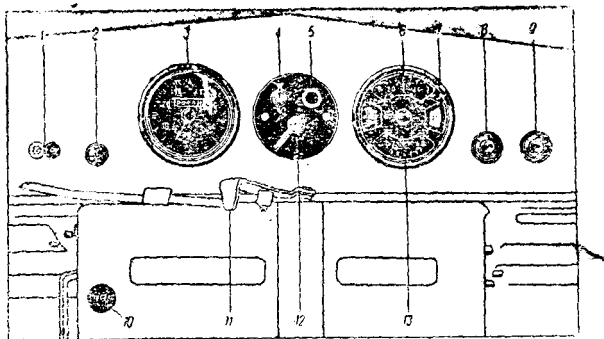

Рис. 10. Щиток контрольных приборов:
3. При холодном двигателе вытяни на себя доотказа кнопку (с надписью «Choke») включения пускового устройства карбюратора (рис. 10).
Спидометр 3 (рис. 10) показывает скорость движения автомобиля в милях в час, а счетчик — пройденное расстояние в милях.